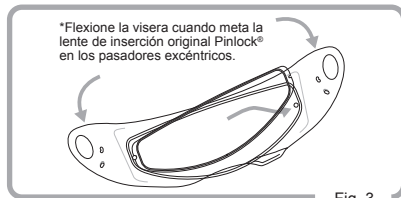

Fig. 3
2. Flexione la visera con cuidado hasta que quede plana. A continuación, encaje el otro lado de la lente de inserción original Pinlock® en los pasadores excéntricos y después deje que la visera vuelva con cuidado a su forma curva original. Asegúrese de que la lente de inserción original Pinlock® esté encajada dentro del hueco (Fig. 3,4 y 5). (Sigue 3 en la página siguiente)